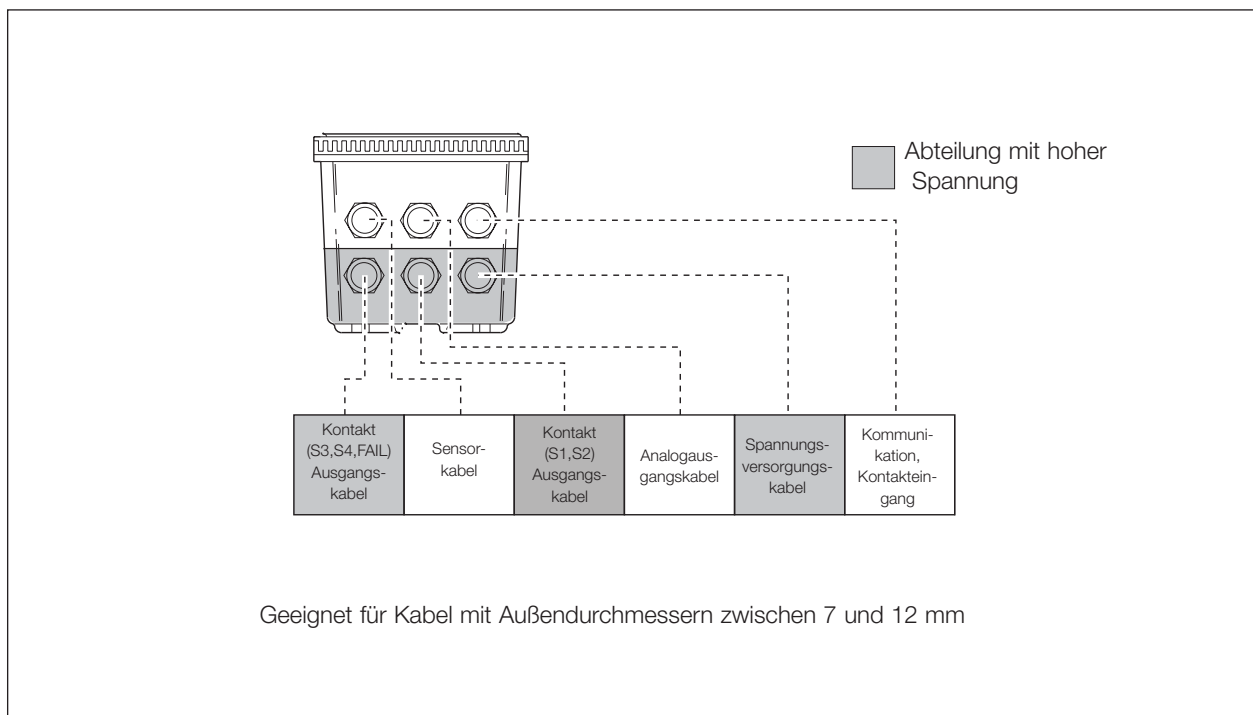

Abbildung 3-5. Für die Verkabelung zu benutzende Kabeldurchführungen
8. Verwenden Sie für den analogen Ausgang, den Sensoreingang, den Kontakteingang und die Kommunikationsleitungen die vorderen drei Kabelbuchsen (siehe Abbildung 3-5).